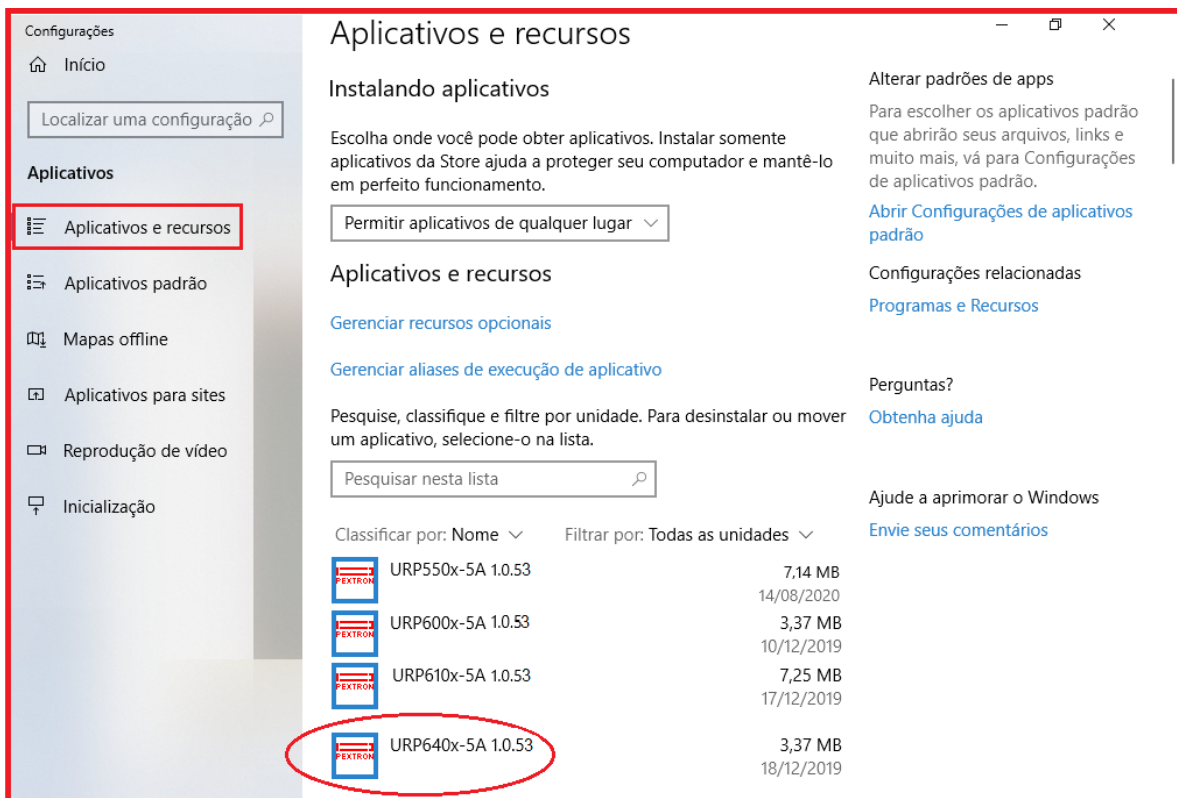

Figura 3.21: Aplicativos e Recursos do Windows.
b) No Aplicativos e recursos, selecionar o arquivo para desinstalar ou alterar programas e componentes do Windows (figura 3.21).